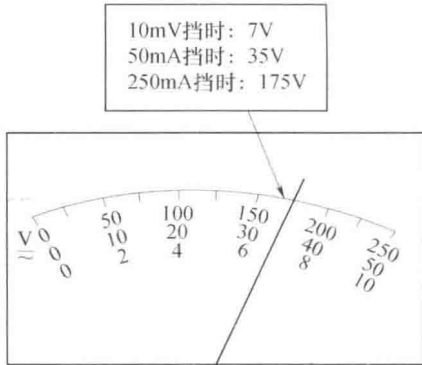

图 1-10 测直流电压的读数方法
(1) 把转换开关拨到直流电压挡，并选择合适的量程。若不知被测电压的数值范围时，可先选用较大的量程，如不合适则逐步减小，最好使表针指在满刻度的  $2/3$  处附近。
(2) 把万用表并联在被测电路中，红表笔接被测电压的正极、黑表笔接被测电压的负极。发现表针反偏，应立即调换红、黑表笔的接入位置。
(3) 根据指针稳定时的位置及所选量程正确读数。电压表指示值的读数方法与电流表指示值的读数方法相同（见图 1-10）。当转换开关位于“10V”挡时，指示值为 7V；当转换开关位于“50V”挡时，指示值为 35V；当转换开关位于“250V”挡时，指示值为 175V；以此类推。